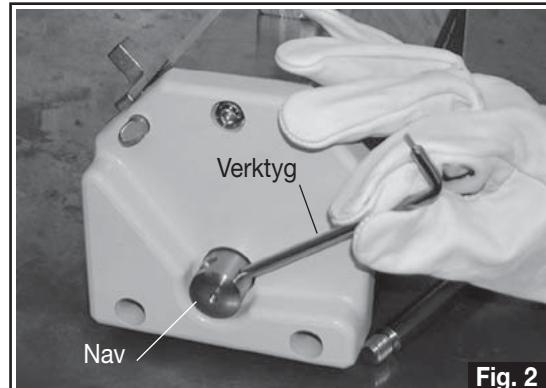

Fig. 2
- C) För in verktyget i det avpassade hålet och vrid mittnavet tills det gängade hålet syns (fig. 2).